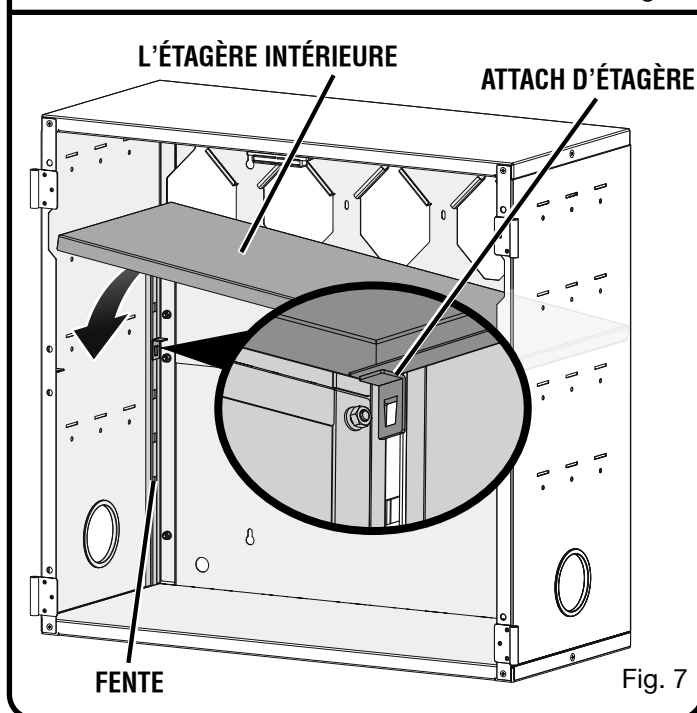

Fig. 7
- Insérer les attaches d'étagère (4) dans les fentes situées à l'intérieur de l'armoire comme il est illustré à la figure 7. Vérifier que les attaches d'étagère sont toutes au même niveau.